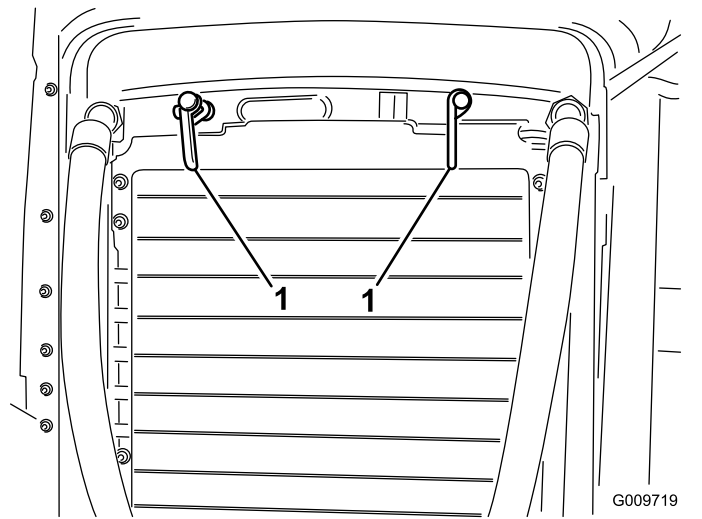

Bild 51
2. Drehen Sie die Riegel (Bild 51), mit denen der Ölkühler am Rahmen befestigt ist.